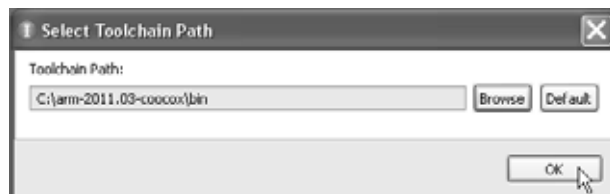

Рис.4
3) Запустить на выполнение среду ColIDE. Провести одноразово настройку Си-компилятора: «Project–Select Toolchain Patch–выбрать путь C:\arm-2011.03-coocox\bin–нажать ОК» (рис.4). Компиляторов может быть несколько, и это мудрое решение. Действительно, в любой момент времени можно изменить путь к папке и провести компиляцию с другим программным инструментом.